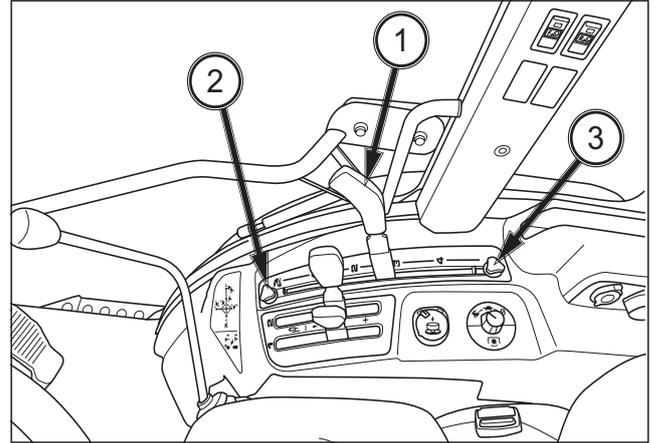

FIG. 65
FIG. 65: Palanca de control de posición de la conexión de 3 puntos: la palanca de control de la posición de la conexión de 3 puntos (1) controla la altura del enganche. La palanca de control de posición (1) se mueve hacia atrás, el enganche de 3 puntos (implemento) se eleva. Al mover la palanca hacia adelante, el enganche de 3 puntos bajará a la posición seleccionada. La posición de ajuste de la palanca proporciona una altura específica del elevador (y del implemento).